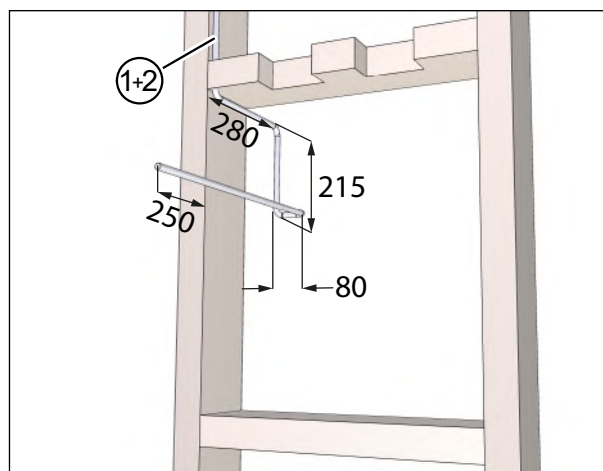

Fig. 47: Posa dei cavi d'allacciamento, misure in millimetri
- ▶ Posare il cavo di rete (pos. 1 nella Fig. 47) ed event. il cavo di comando (pos. 2 nella Fig. 47) con una sporgenza del cavo di circa 250 mm.